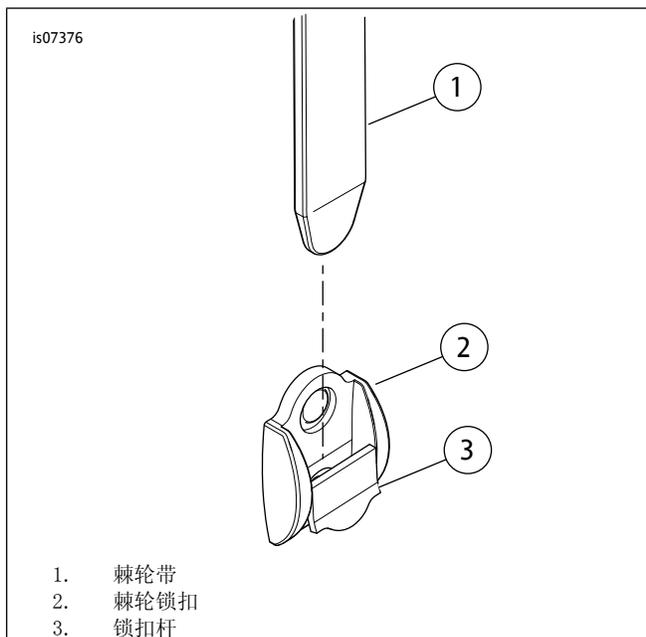

图1。棘轮锁扣
1. 参见图1。将两个边箱盖扣带从磁扣上抬起，露出棘轮锁扣(2)。
1. 参见图1。将每个边箱盖扣带从磁扣上抬起，露出棘轮锁扣(2)。